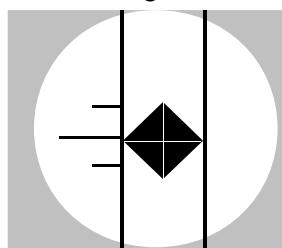

Abbildung 5-10 Bewegung der rechten dünnen Linie zur rechten Spitze
6. Drehen Sie die Mikrometerschraube bis die rechte dünne Linie sich nach rechts in Richtung der gegenüberliegenden Spitze des Eindrucks bewegt, wie Abbildung 5-10 verdeutlicht.